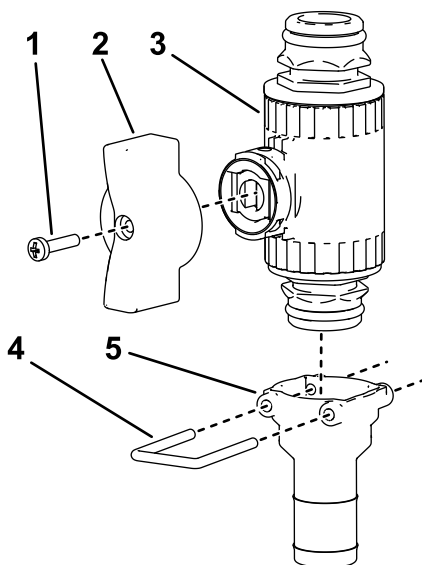

図 36
5. グリーンウイングハンドルをストレートコントロールバルブに組み付ける図 36。